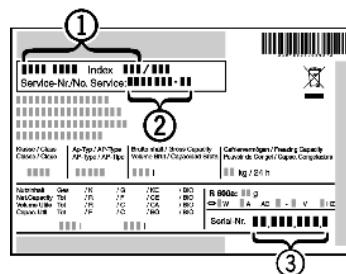

Fig. 17
- Наименование устройства Fig. 17 (1), сервисный № Fig. 17 (2) и серийный № Fig. 17 (3) считайте с заводской таблички. Заводская табличка находится внутри устройства слева.
- Обратитесь в сервисную службу и сообщите вид неисправности, наименование устройства Fig. 17 (1), сервисный № Fig. 17 (2) и серийный № Fig. 17 (3).